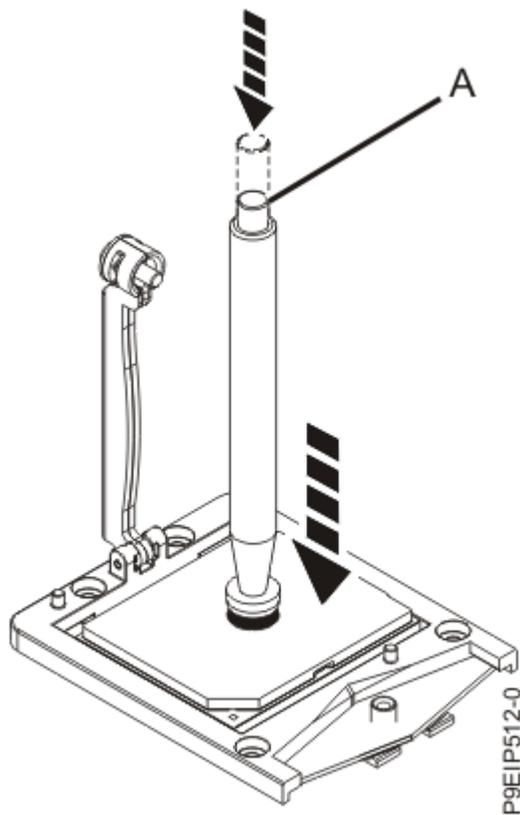

Abbildung 55. Ausbauwerkzeug auf das Systemprozessormodul herabsenken
3. Senken Sie den Vakuumstift auf das zu installierende Systemprozessormodul ab. Drücken Sie das obere Ende des Stiftes ganz herunter (**A**) und halten Sie den Stift im Zentrum des Systemprozessormoduls (siehe Abbildung 55 auf Seite 65). Lassen Sie das obere Ende des Stiftes los, um den Stift am Systemprozessormodul zu befestigen.